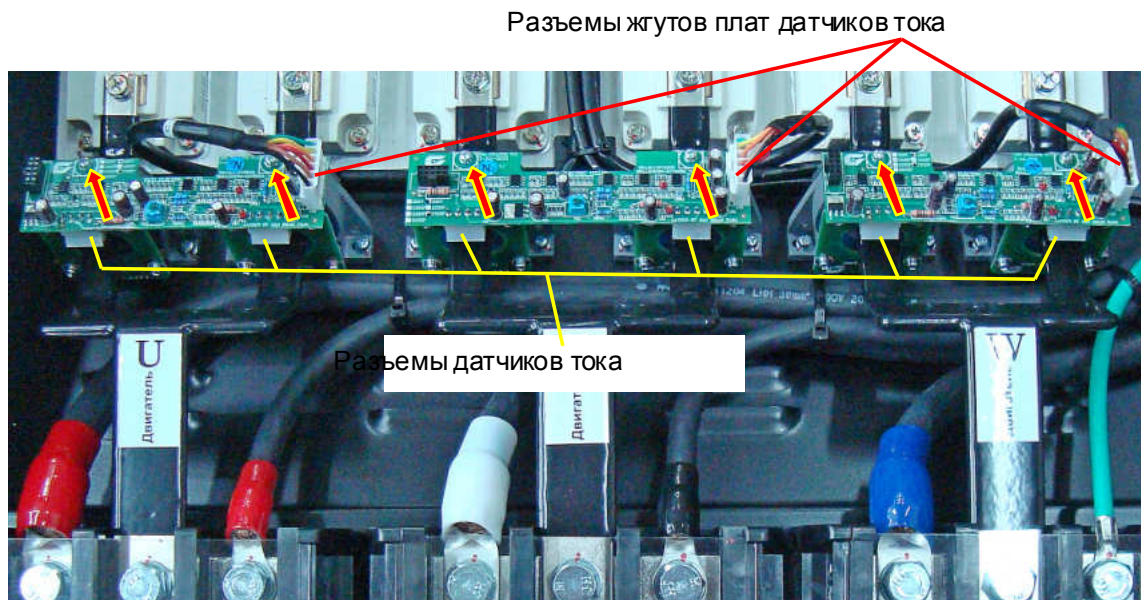

Рис. 7.27.
7.13.4. Установить платы датчиков тока (в соответствии с маркировкой на платах: «U», «V» и «W») на свои посадочные места над каждой парой датчиков тока соответствующей фазы, совместив разъемы датчиков тока с ответными частями разъемов, расположенными снизу на платах (рис. 7.27). Посадить платы до упора, проконтролировать надежность соединения разъемов.
7.13.5. Закрепить каждую из плат 2 винтами (рис. 7.27, красные стрелки).
7.13.6. Соединить разъемы жгутов плат датчиков тока с ответными разъемами на платах датчиков тока (рис. 7.27).